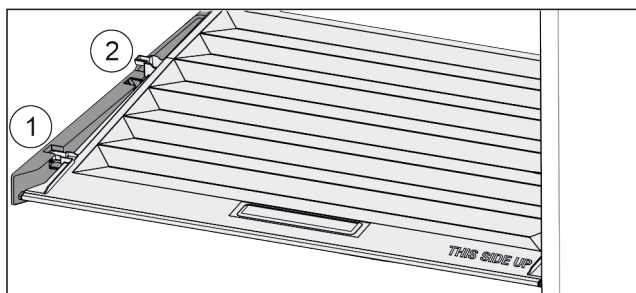

Fig. 83
- ▶ Træk dækslet fremad til åbning i holdedelen Fig. 83 (1).
- ▶ Løft nedefra og bevæg det opad og ud Fig. 83 (2).